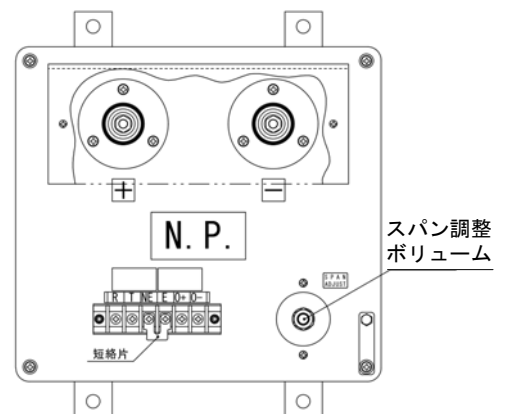

図 6 スパン調整
- c) 誤差の算出は下記の計算式にて行ってください。誤差が 0.3% F.S 以上ある場合は図 6 の「SPAN ADJUST (スパン調整)」ボリュームで調整して下さい。